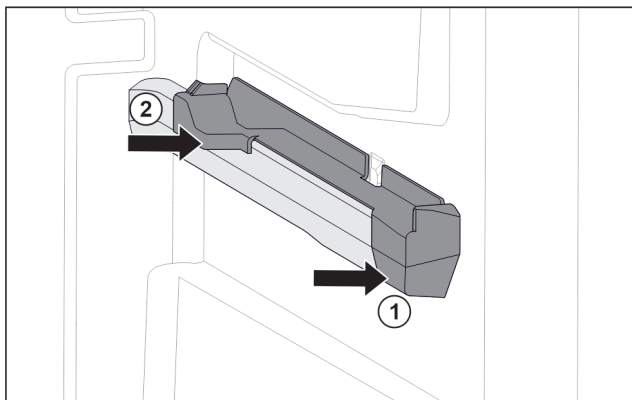

Fig. 103 Вставная часть на правом контейнерном ребре
- ▶ Наденьте вставную часть спереди на контейнерное ребро. Fig. 103 (1)
- ▶ Нажмите на вставную часть сзади. Fig. 103 (2)